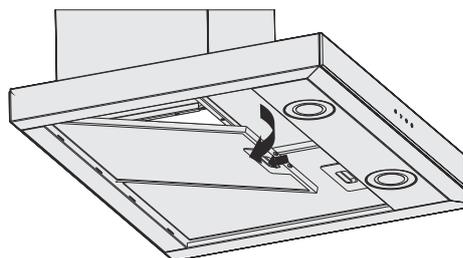

Fig. 11
2. ➔ Sbloccare e rimuovere il filtro dell'olio in metallo (Fig. 11).